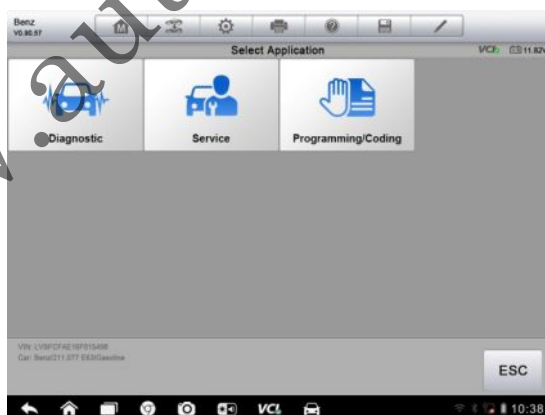

Рисунок 4-3 Пример окна диагностики автомобиля
- 5.Нажмите кнопку **Done [Готово]**. Автомобиль будет идентифицирован в течение нескольких секунд. После успешного сопоставления система откроет окно диагностики автомобиля. (Рисунок 4-3)
9. После нажатия кнопки **Yes [Да]** отобразится окно диагностики автомобиля. (Рисунок 4-3)
6. После нажатия кнопки **Yes [Да]** отобразится окно диагностики автомобиля. (*Рисунок 4-3*)